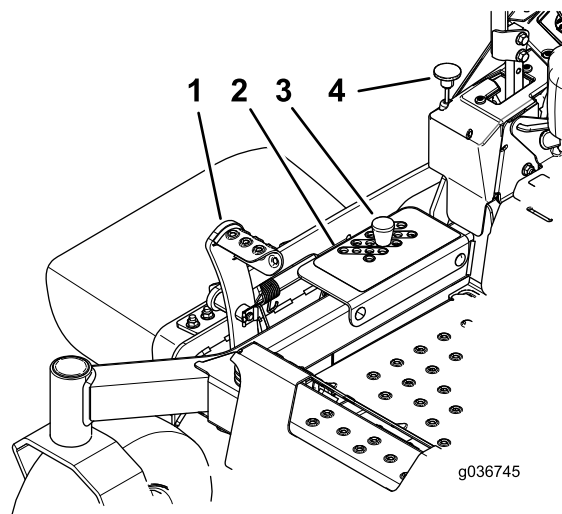

Figura 29
2. Pise el pedal de elevación de la carcasa y eleve la carcasa de corte a la posición de TRANSPORTE (que es también la posición de altura de corte de 127 mm) según se muestra en Figura 29.
3. Retire el pasador del soporte de altura de corte (Figura 29).
4. Seleccione el taladro del soporte de altura de corte que corresponde a la altura de corte deseada, e inserte el pasador (Figura 29).